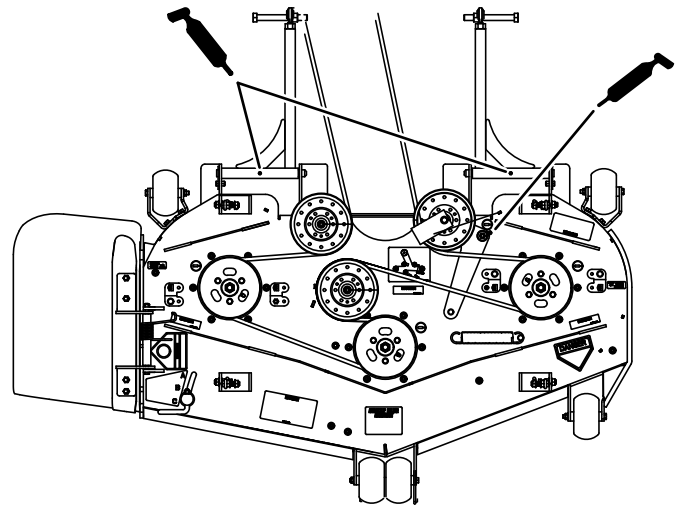

Bild 50
6. Schmieren Sie den Spannarm des Mähwerks (Bild 50).
7. Fetten Sie die Nippel an den Schubarmen ein (Bild 50 oder Bild 51).